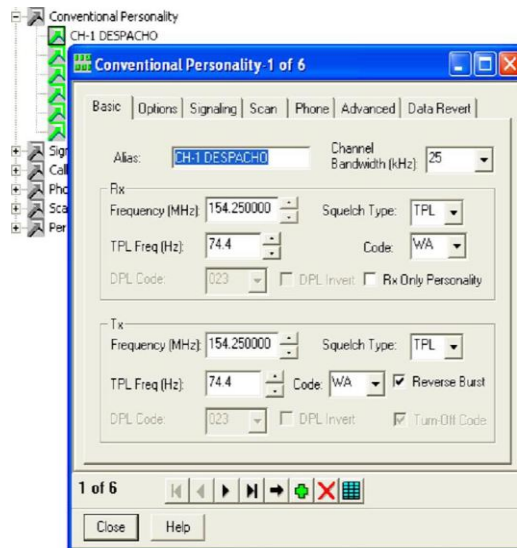

Figura 3.9 Agregando el canal
8. Para agregar canales hacer click en el icono + de color verde ver Figura 3.9.